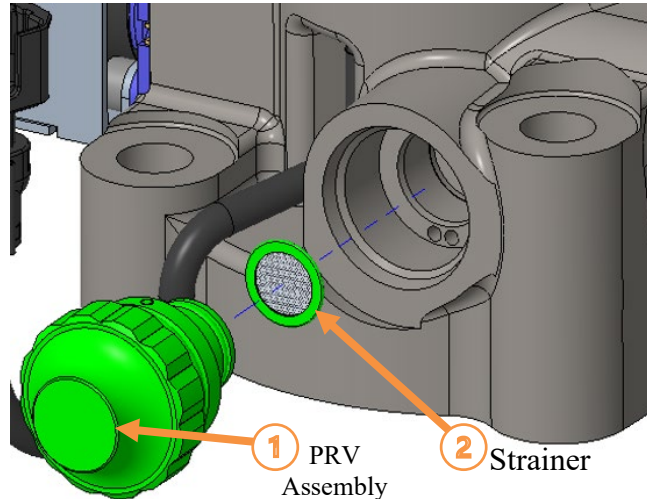

Figure 1
- 1x Pressure Relief Valve (PRV) (Figure 1 #1)
- 1x Strainer (Figure 1 #2)